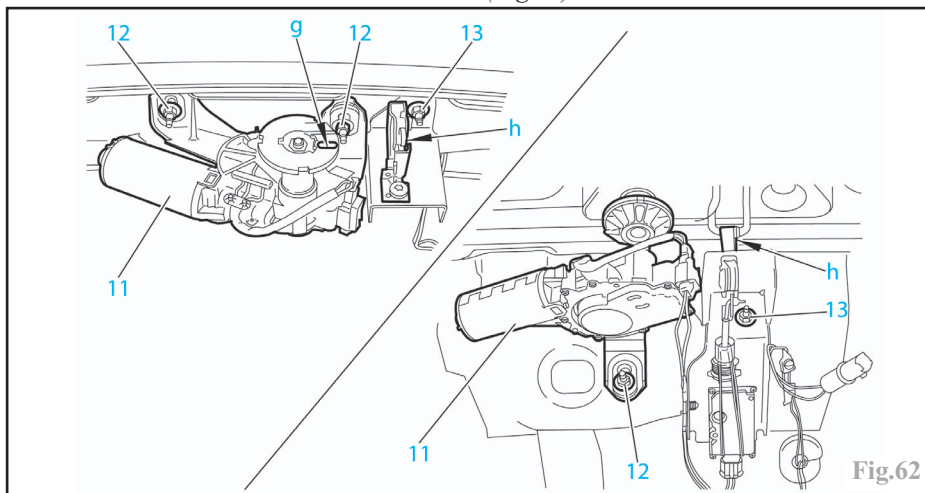

Fig.62
Desserrer les écrous (12) du moteur d'essuie-vitre (11) (Fig.62).